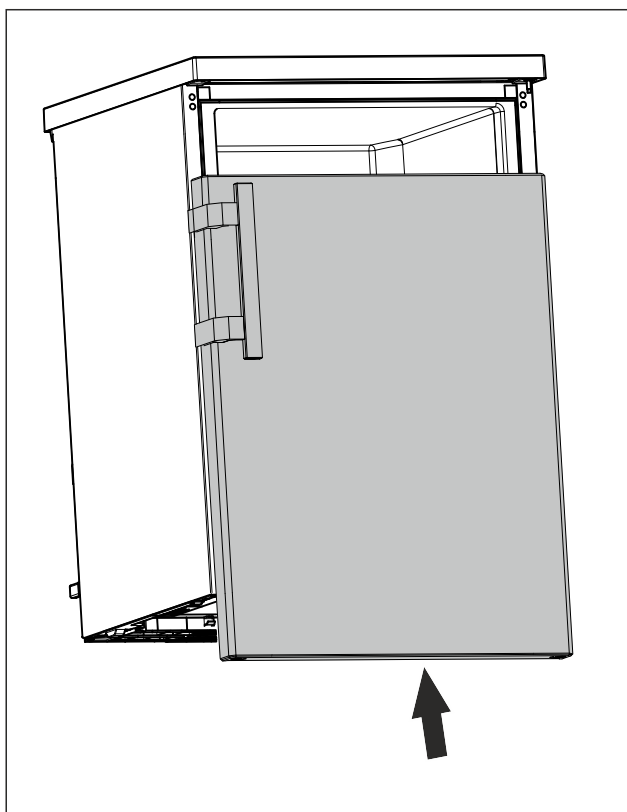

Fig. 19
- V zavřeném stavu nasad'te dvířka na horní čep. (viz Fig. 19)